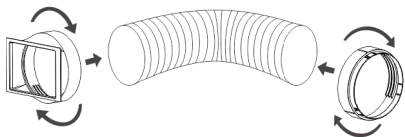

Рис. 1
1. Прикрепите коннектор для окна и адаптер устройства к концам выпускного шланга (рис. 1).